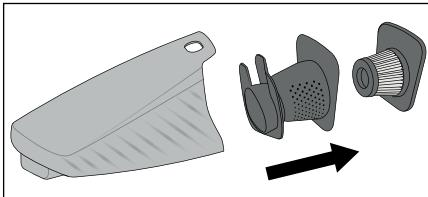

Abb. 4
- Um beste Ergebnisse zu erzielen, leeren Sie den Schmutzbehälter ⑦ und reinigen Sie den EPA-Filter ⑤ regelmäßig.
- Falls Sie einen neuen EPA-Filter ⑤ benötigen, wenden Sie sich an unseren Service (siehe Kapitel **Ersatzteile bestellen**).
- 1) Um den Schmutzbehälter ⑦ zu öffnen, nehmen Sie das Handteil ③ aus der Handteilmulde ⑬.
- 2) Drücken Sie die Entriegelungstaste ▲ ④ und ziehen Sie gleichzeitig den Schmutzbehälter ⑦ nach vorne ab.
- 3) Ziehen Sie zunächst den EPA-Filter **5** und dann den Grobfilter **6** aus dem Schmutzbehälter **7** heraus (Abb. 4). Klopfen Sie beide Teile über einem Müllheimer o. Ä. aus. Bei Bedarf können Sie den EPA-Filter **5** mit klarem Wasser abspülen. Lassen Sie ihn anschließend an der Luft vollständig trocknen.